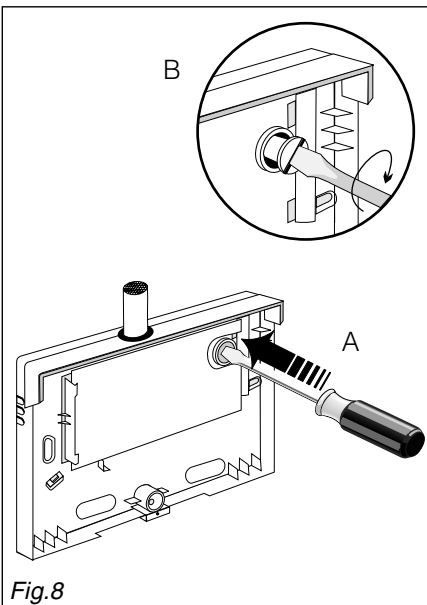

Fig.8
#### 2.4.2 Autosurveillance à l'arrachement (fig. 8)
- 1- Casser la pastille (fig. 8 A) au moyen d'un tournevis.
- 2- Mettre en place la vis d'autosurveillance. La tête de la vis doit prendre la place de la pastille retirée (Fig. 8 B).